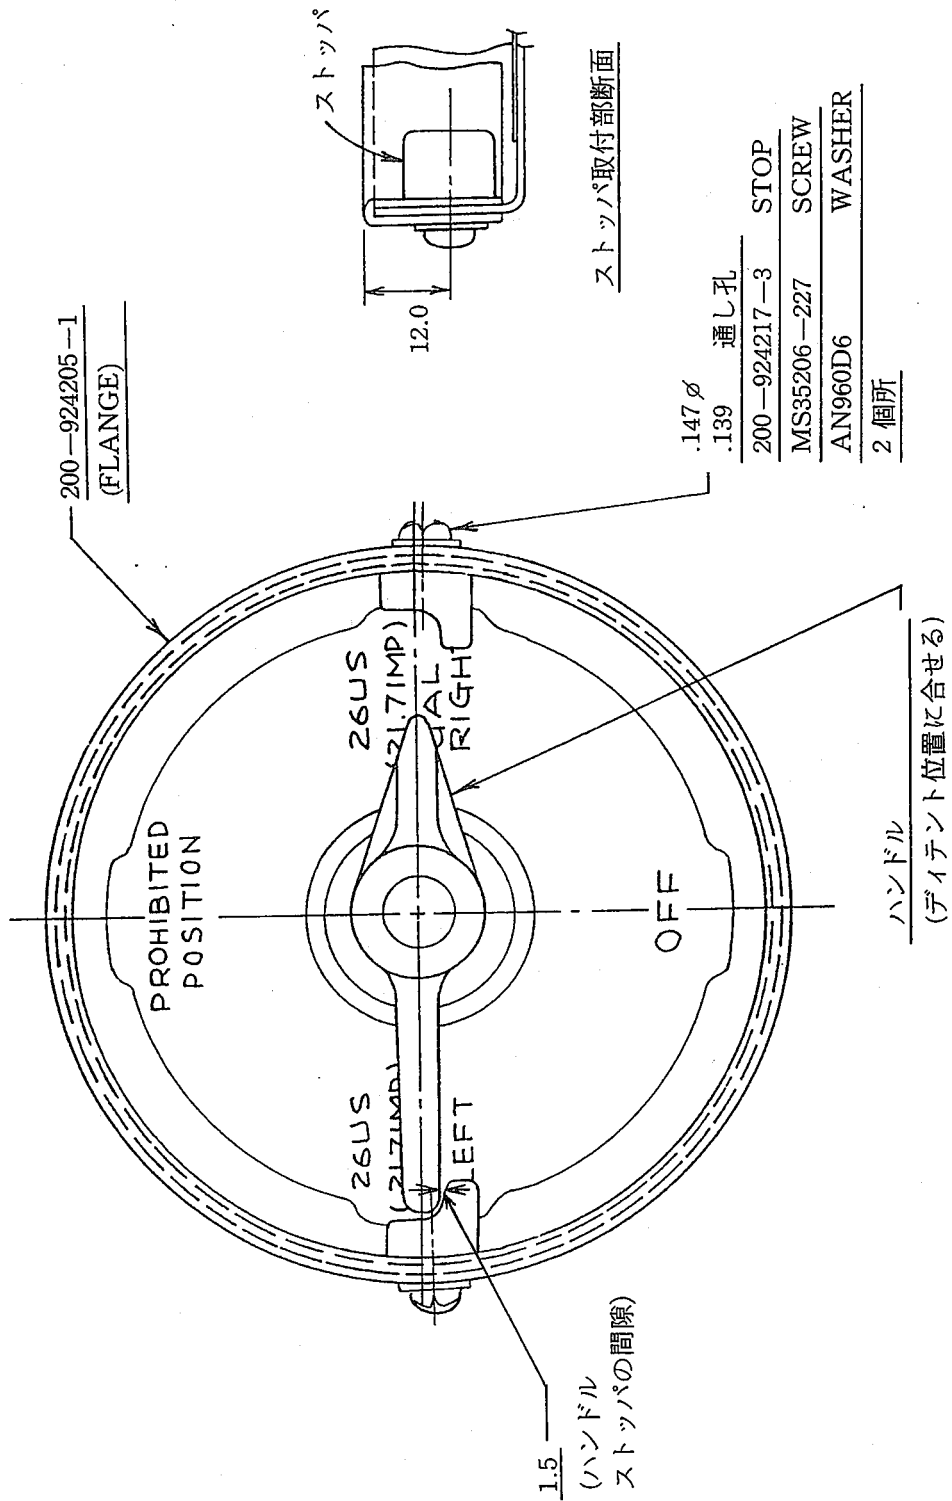

FIG. 1 ストップパ取付要領
12. 作業手順： (1) FIG. 1 に従ってストッパ取付孔（2個所）を穿孔する。
- (2) 前項の孔を中心にフランジの内側のみ直径 12mm の寸度でフランジのゴムを除去する。
- (3) FIG. 1 に従ってストッパをスクリュで固定する。